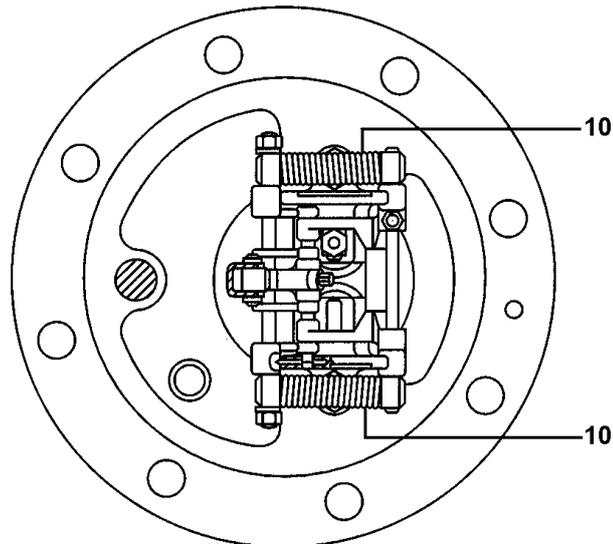

Fig. 9
3. Vérifier visuellement les ressorts (rep 10, Fig. 9). Si défectueux, enlever les goupilles et les rondelles et faire glisser les ensembles ressort des arbres. Remplacer par des nouveaux ensembles de ressort, (voir paragraphe 5e - réglage des ressorts -) et mettre de nouvelles goupilles, de nouveaux écrous et rondelles, en appliquant de l'adhésif Loctite 620 sur les filets de l'arbre.